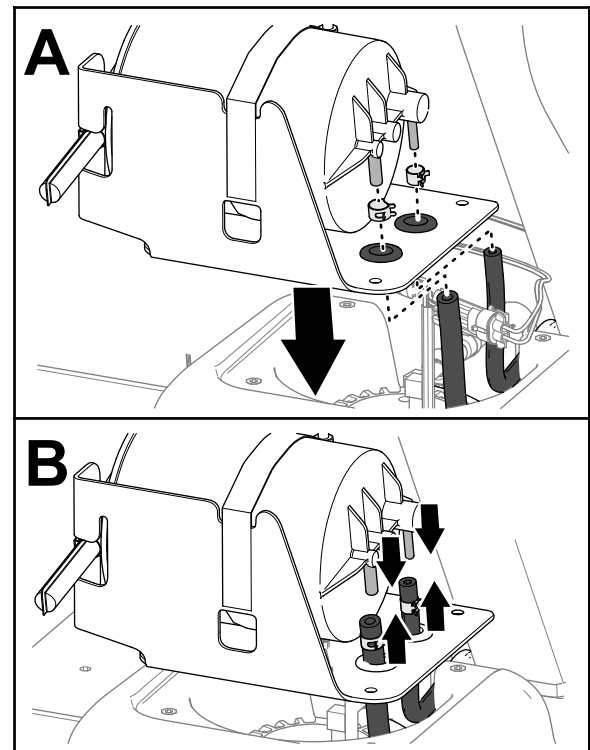

Figure 124
1. Faites passer les flexibles du réservoir de carburant par les bagues sur le support du filtre à charbon actif (Figure 124).
2. Enfilez les colliers sur les flexibles (Figure 124).
3. Branchez les flexibles sur les raccords du filtre à charbon actif (Figure 124).